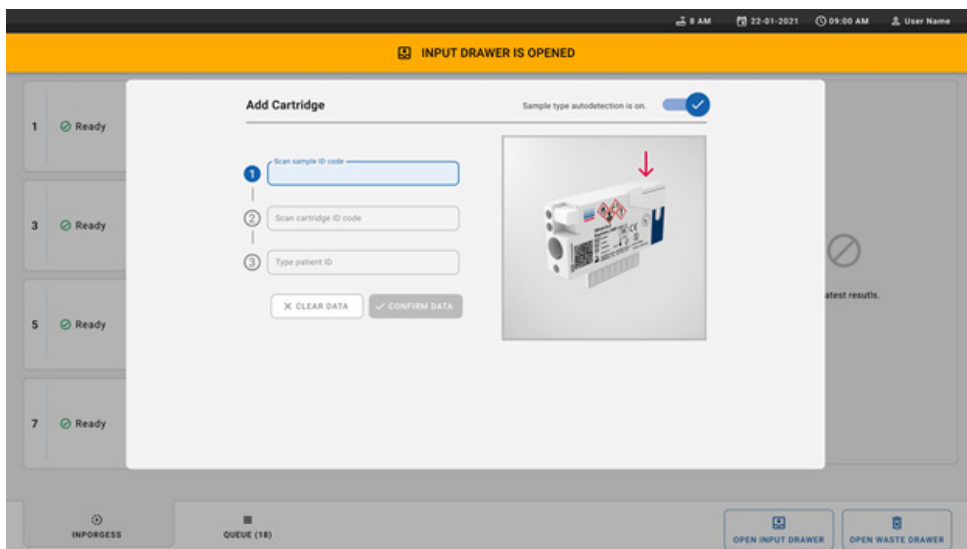

Figura 23. Ecranul Scan sample ID (Scanare ID probă).
7. Apare caseta de dialog **Add Cartridge** (Adăugare cartuș) și va fi activat scannerul din fața instrumentului. Scațați codul de bare cu ID-ul probei de deasupra QIAstat-Dx Respiratory SARS-CoV-2 Panel Cartridge în fața instrumentului (poziția indicată de săgeată (Figura 23).